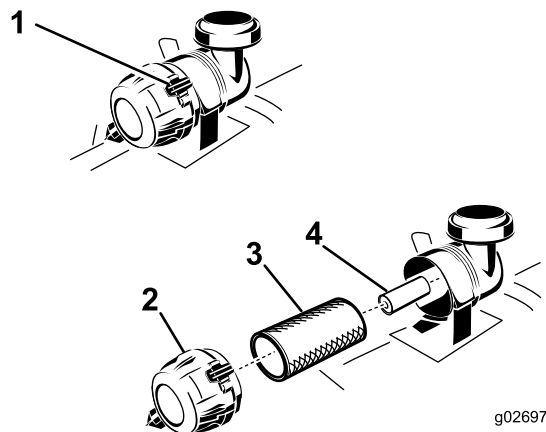

Figura 41
4. Liberte os grampos de retenção do filtro de ar e empurre a cobertura do filtro de ar para fora do corpo do filtro de ar (Figura 41).
6. Empurre suavemente o filtro primário para fora do corpo do filtro de ar (Figura 41).
2. Se substituir o filtro interior, empurre-o com cuidado para o corpo do filtro (Figura 41).
3. Empurre com cuidado o filtro principal sobre o filtro de segurança (Figura 41).
4. Instale a cobertura do filtro do ar com a tampa do respiro para baixo e rode de modo a que os grampos de retenção prendam a cobertura no lugar (Figura 41).